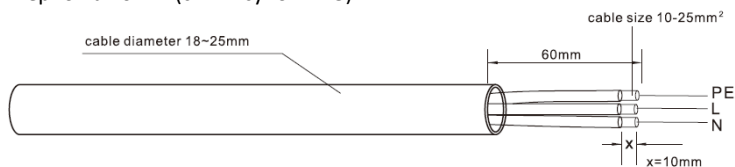

Рисунок 4.15 – Зачистка сетевого кабеля
1. Снимите примерно 60 мм изоляции сетевого кабеля. Зачистите каждый провод примерно на 10 мм (см. Рисунок 4.15).